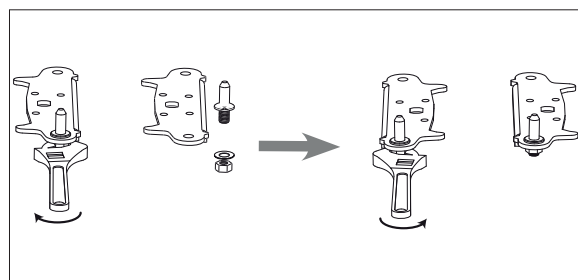

Abb. 13
- ▶ Entfernen Sie den Zapfen des unteren Scharniers (Abb. 13) mit einem 10er-Schraubenschlüssel und drehen Sie den Zapfen auf der gegenüberliegenden Seite wieder ein.